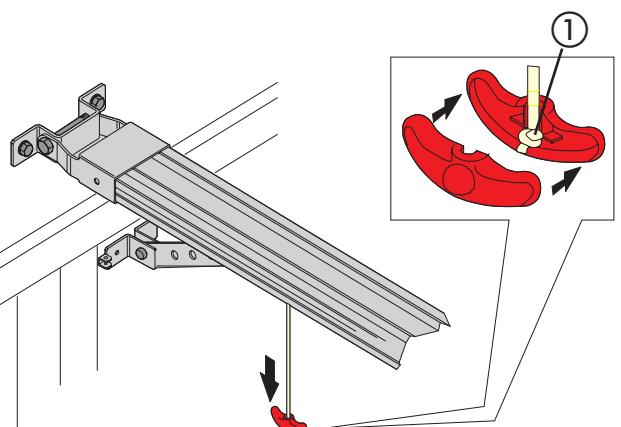

Abb. 22
- 2) Einen Knoten am Seilende schlingen und den Freigabeknauf zusammenbauen (Abb. 22).
- 3) Den Freigabeknauf nach unten ziehen und sicherstellen, dass das Tor manuell bewegen werden kann (Abb. 22).